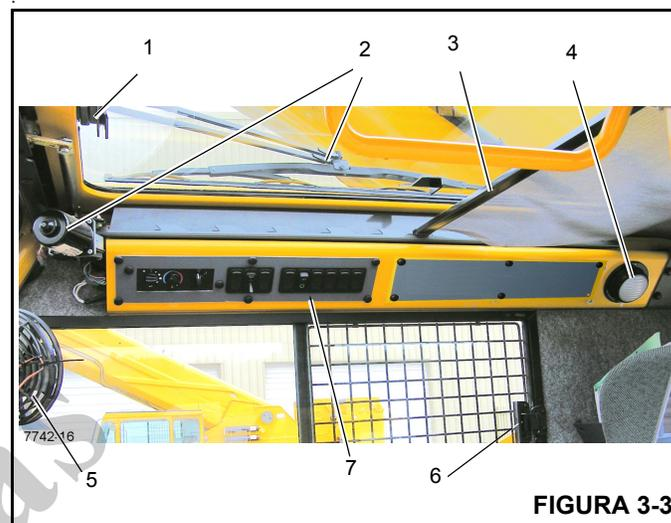
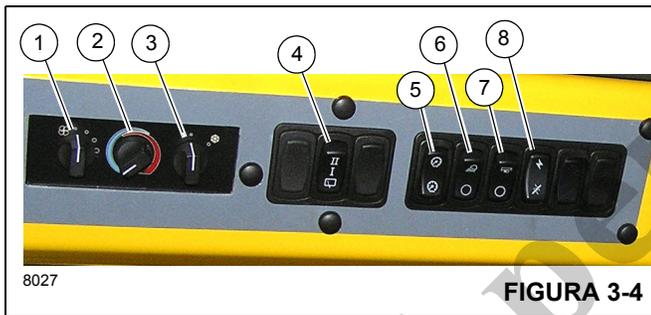

FIGURA 3-3
FIGURA 3-4
A trava do teto solar (1, (Figura 3-3)) localiza-se na frente do teto solar. Aperte a trava e deslize a janela para trás para abrir. Para fechar, deslize a janela para trás até que a trava encaixe.
O limpador do teto solar (2, Figura 3-3) é controlado pela chave do teto solar, (4, Figura 3-4) e é operado pelo motor do limpador.
O protetor do teto solar (3, Figura 3-3) é usado para diminuir a incidência direta da luz do sol. O protetor é autorretrátil e pode ser ajustado para filtrar toda a luz ou ajustado para trás, encaixando-o nos entalhes existentes.
A luz de teto da cabine (4, Figura 3-3) localiza-se no canto traseiro direito do console do teto da cabine e ilumina a cabine. A luz de teto é controlada por uma chave na própria luz.
O ventilador de circulação da cabine (5, Figura 3-3) localiza-se no lado dianteiro esquerdo da cabine, acima da estrutura da janela. Uma articulação permite que o ventilador gire e uma chave em sua base controla a operação. A chave possui as posições alta, baixa e desligada.
A janela do lado direito da cabine pode ser aberta. Aperte a trava (6, Figura 3-3) para liberar e deslize para a frente. Para fechar, deslize a janela para trás até que a trava encaixe.
Números dos itens da Figura 3-4
A chave do ventilador do aquecedor/ar-condicionado (1), (Figura 3-4) controla a rotação do ventilador da cabine. A chave de rotação do ventilador controla o volume de saída do ar aquecido (ou a saída do ar refrigerado) do ventilador. Os ajustes são desligado, rotação baixa, rotação média e rotação alta.
A chave de controle do aquecedor (2) (Figura 3-4) controla a intensidade da temperatura de aquecimento. Gire a chave à
A chave do ar-condicionado (3) (Figura 3-4) controla a operação do sistema de ar-condicionado opcional. Os ajustes são desligado (O) e ligado (I).
O limpador do teto solar acionado eletricamente é instalado para retirar a umidade do teto solar. O limpador do teto solar é controlado pela chave do limpador do teto solar (4) (Figura 3-4). É uma chave de 3 posições Desligada/Baixa velocidade/Alta velocidade.
A chave reguladora da luz do painel (5) (Figura 3-4) controla a iluminação dos controles do teto do aquecedor/ar-condicionado e do indicador de temperatura do óleo da transmissão (7) (Figura 3-3). Pressione a chave para aumentar ou diminuir a iluminação do painel.
A chave das luzes de trabalho (6) (Figura 3-4) controla as luzes de trabalho do guindaste montadas na parte inferior dianteira da cabine da superestrutura. Pressione a parte superior da chave para ligar as luzes de trabalho. Pressione a parte inferior da chave para desligar as luzes de trabalho.
A chave das luzes da lança (7) (Figura 3-4) localiza-se no painel lateral do mostrador. Esta chave de duas posições (ON/OFF) controla a operação dos holofotes da lança. Pressione a parte superior da chave para ligar as luzes da lança, pressione a parte inferior da chave para desligar as luzes.
A chave de alimentação das funções do guindaste (8) (Figura 3-4) localiza-se no painel lateral do mostrador. Esta chave de duas posições ON/OFF (LIGA/DESLIGA) permite que o operador desligue a energia das funções do guindaste acionadas pelos controladores remotos hidráulicos localizados nos apoios de braço. Posicionar a chave em OFF evita a operação acidental das funções devido a solavancos nos controladores durante um trajeto ou qualquer outra operação. Com a chave na posição Desligada, evita-se também a operação do guincho de alta velocidade.